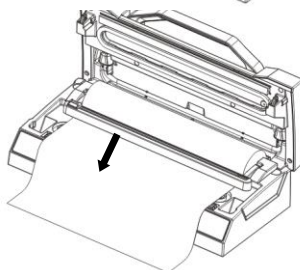

Fig.3
3. Retirez le sac à une longueur souhaitée— **Fig.3**